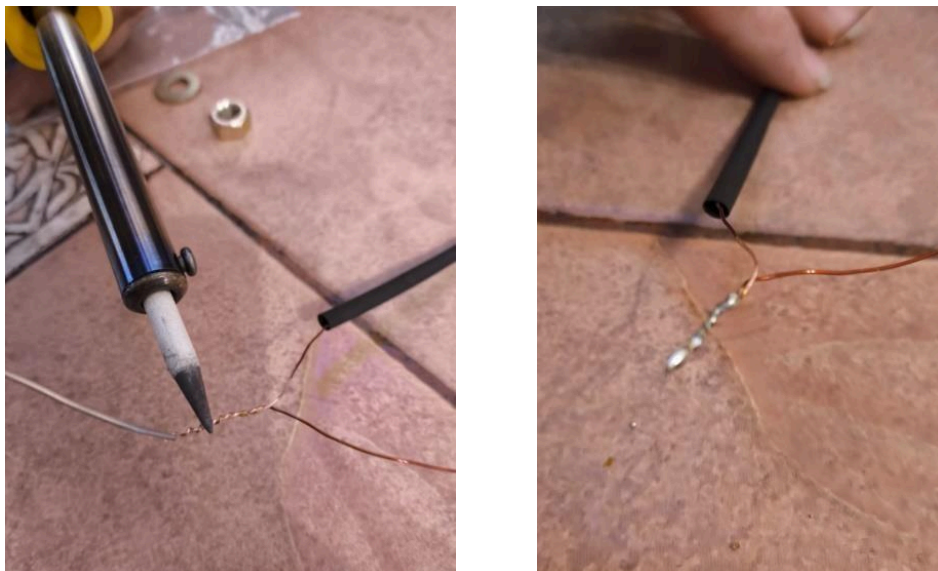

Figura 20. Estañado de los cables.
c) Estañar el conjunto, tal como se muestra en la Figura 20.